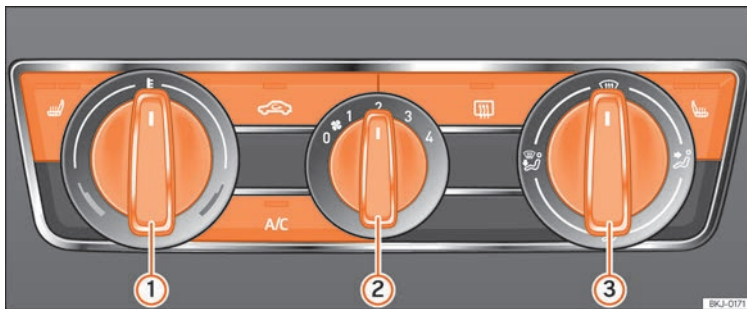

Abb. 170 Bedienelemente Klimaanlage in der Instrumententafel.
- Schalten Sie die Kühlanlage mit der Taste **A/C** »» **Abb. 170** aus (die Kontrollleuchte in der Taste erlischt).
- Drehen Sie den Temperaturregler **①**, um die gewünschte Temperatur des Innenraumes einzustellen.
- Lenken Sie den Luftstrom mit dem Luftverteilungsregler **③** in die gewünschte Richtung:  (zur Frontscheibe),  (zum Oberkörper),  (in den Fußraum) und  (zur Frontscheibe und in den Fußraum).